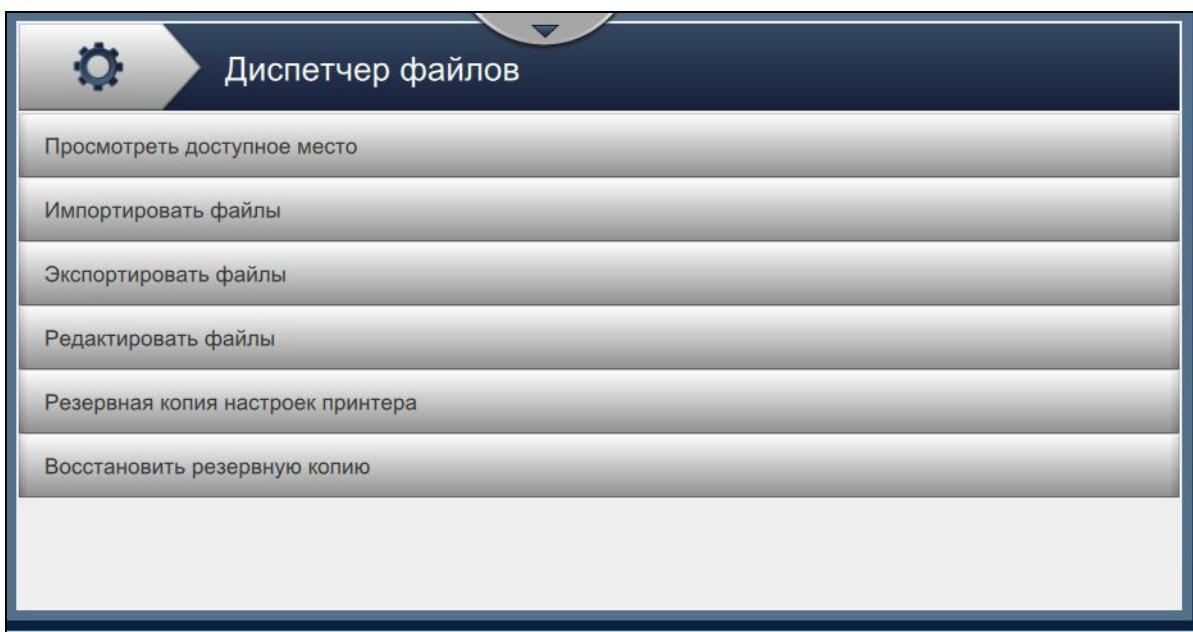

Рис. 6-6: Диспетчер файлов
1. Нажмите кнопку  на экране «Инструменты». Откроется экран «Диспетчер файлов», как показано на Рис. 6-6.